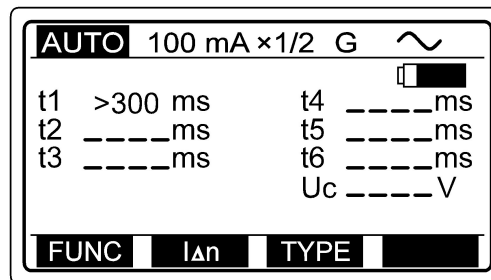

Fig. 52: Voorbeeld van 1^e gedeeltelijk resultaat
- Zet de functieselektor op ZLOOP; het menu van fig. 52 wordt weergegeven.